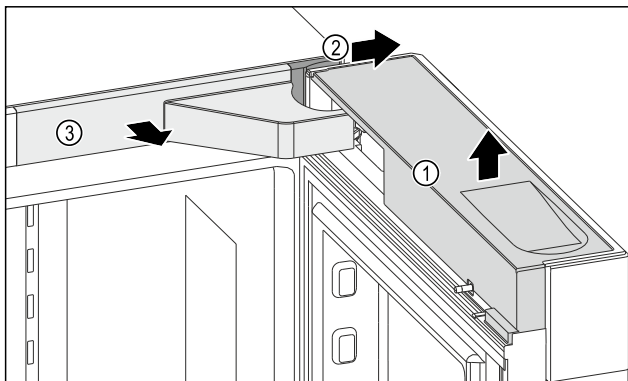

Fig. 11
- ▶ Zdjąć osłonę Fig. 11 (1).
- ▶ Zdjąć osłonę Fig. 11 (2).
- ▶ Zdjąć osłonę Fig. 11 (3).